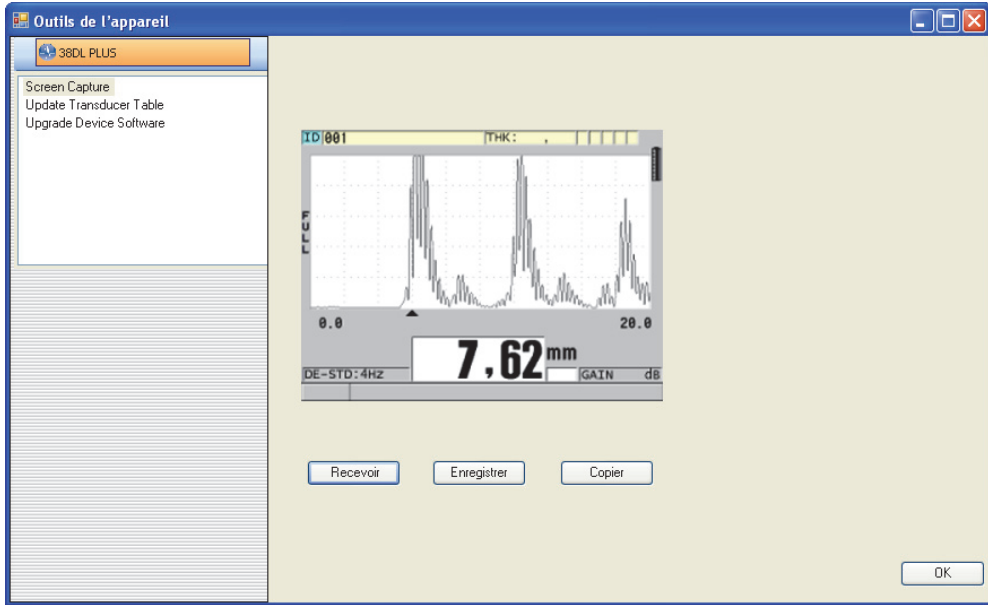

Figure 14-11 Boîte de dialogue Outils de l'appareil et capture d'écran
- b) Dans la boîte de dialogue **Outils de l'appareil** (Figure 14-11 à la page 297), sélectionnez **Screen Capture**, et puis cliquez sur **Recevoir**.